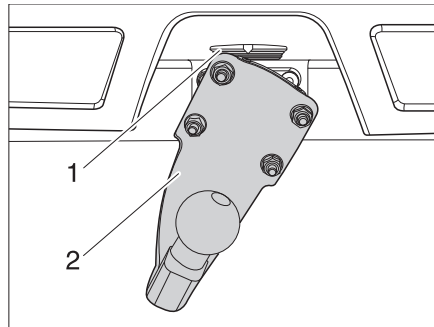

Bild 7 Anhängerkupplung
- Anhängerkupplung (Bild 7,2) im 90° Winkel an Arretierung (Bild 7,1) ansetzen.
- Anhängerkupplung (Bild 7,2) nach unten schwenken bis die Arretierung (Bild 7,1) einrastet.
- Arretierung (Bild 7,1) nach oben drücken.
- Anhängerkupplung (Bild 7,2) 90° nach links schwenken.
- Arretierung (Bild 7,1) loslassen.
- Anhängerkupplung (Bild 7,2) abnehmen.